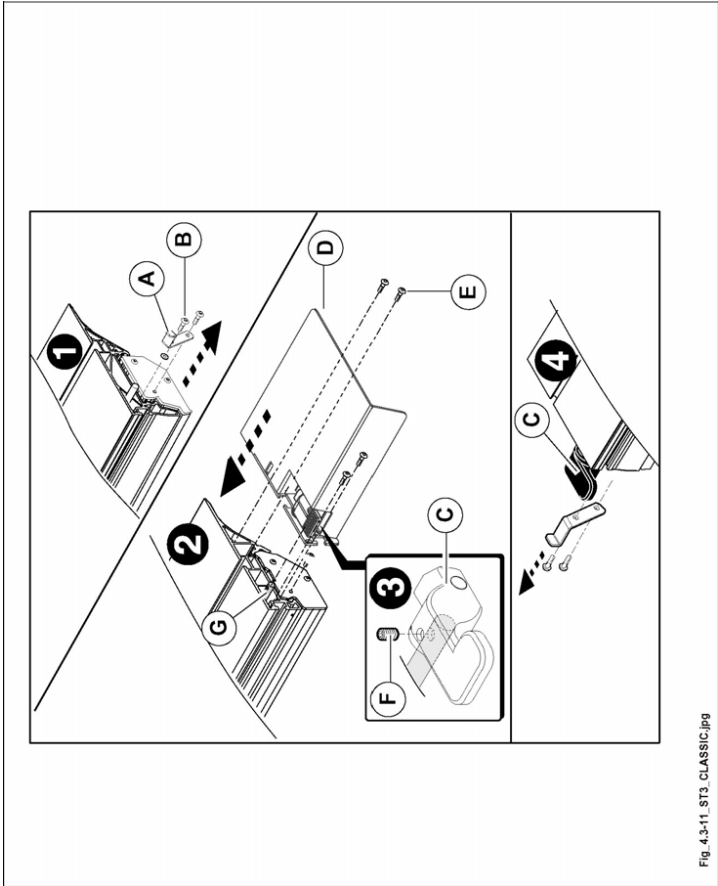

Abb. 4.3-11
- 1) Nehmen Sie das Befestigungsblech (A Abb. 4.3-11).
2) Schrauben Sie die Schraube (B Abb. 4.3-11) wieder fest.
3) Setzen Sie den Befestigungshebel (C Abb. 4.3-11) an der Öffnung des Verschlussstopfens (D Abb. 4.3-11) an.
4) Führen Sie den Verschlussstopfen (D Abb. 4.3-11) an den Wagen heran und stellen Sie sicher, dass die Tische geflüchtet sind; ziehen Sie die 4 Schrauben (E Abb. 4.3-11) fest.
5) Ziehen Sie die Madenschraube (F Abb. 4.3-11) fest und stellen Sie sicher, dass sie in die Öffnung des Zapfens (G Abb. 4.3-11) eindringt.
Der Hebel (C Abb. 4.3-11) dient dazu, den Wagen in der Ruhestellung (Wagen geschlossen) und in der Stellung zum Laden der zu bearbeitenden Werkstücke (Wagen an den Endanschlag rechts geschoben) zu sperren.